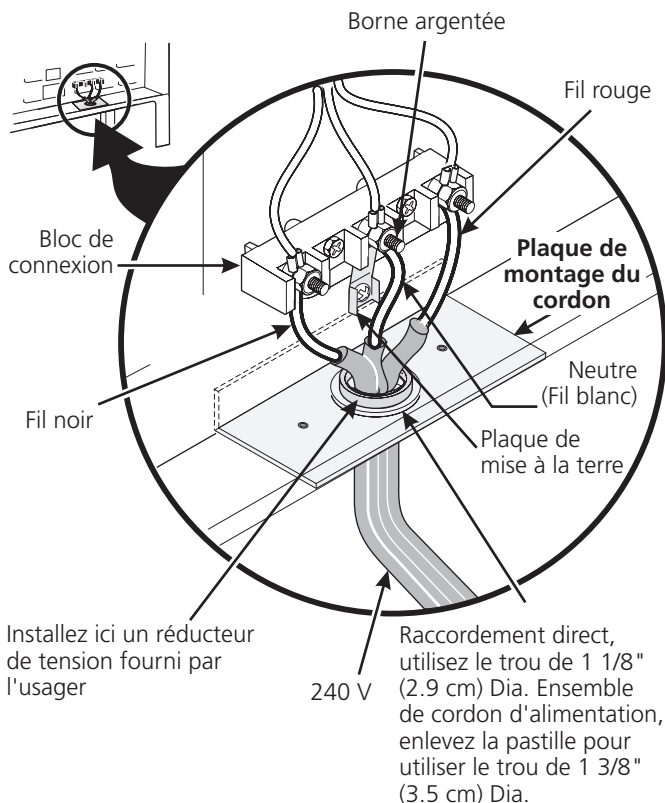

Figure 3
Si les codes locaux permettent la connexion du conducteur de mise à la terre du châssis au fil neutre du cordon d'alimentation en cuivre (voir figure 3).
2. Utilisez les écrous fournis dans l'enveloppe littérature pour raccorder le neutre du cordon d'alimentation cuivré à la borne argentée située au centre du bloc de connexion, et raccordez les autres fils aux bornes extérieures. Assortissez les fils et les bornes conformément aux couleurs (branchez le fil rouge à la borne de droite, et le fil noir à la borne de gauche (voir figure 3).